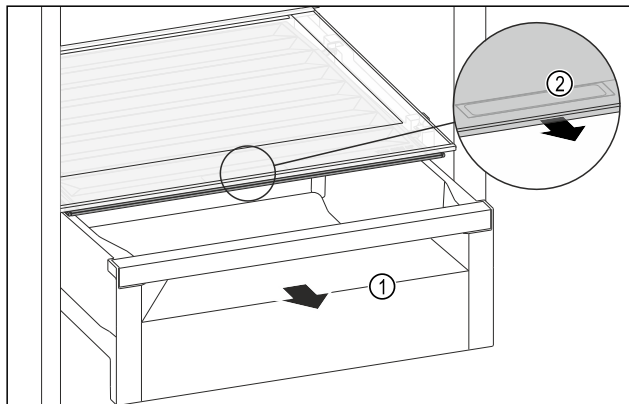

Fig. 83
- ▶ Schubfach Fig. 83 (1) herausziehen.
- ▶ Griffmulde Fig. 83 (2) am Fachdeckel anfassend und Fachdeckel gleichzeitig nach vorne ziehen.